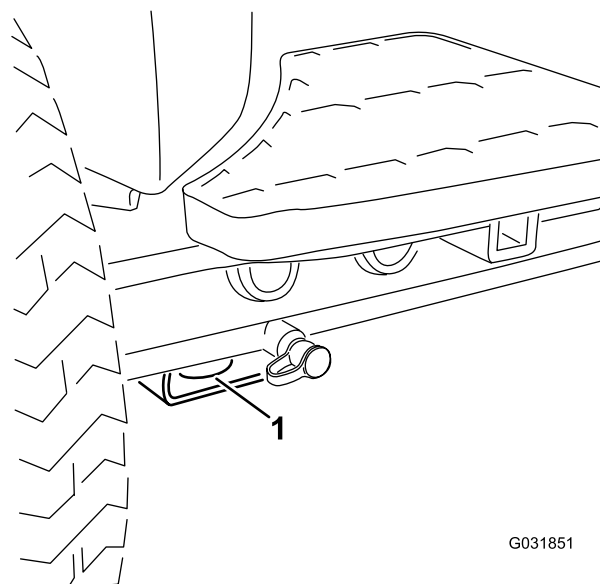

Figura 35
- **Dianteira da máquina** – o orifício na pastilha retangular, por baixo do tubo do eixo, dentro de cada pneu dianteiro (Figura 35).